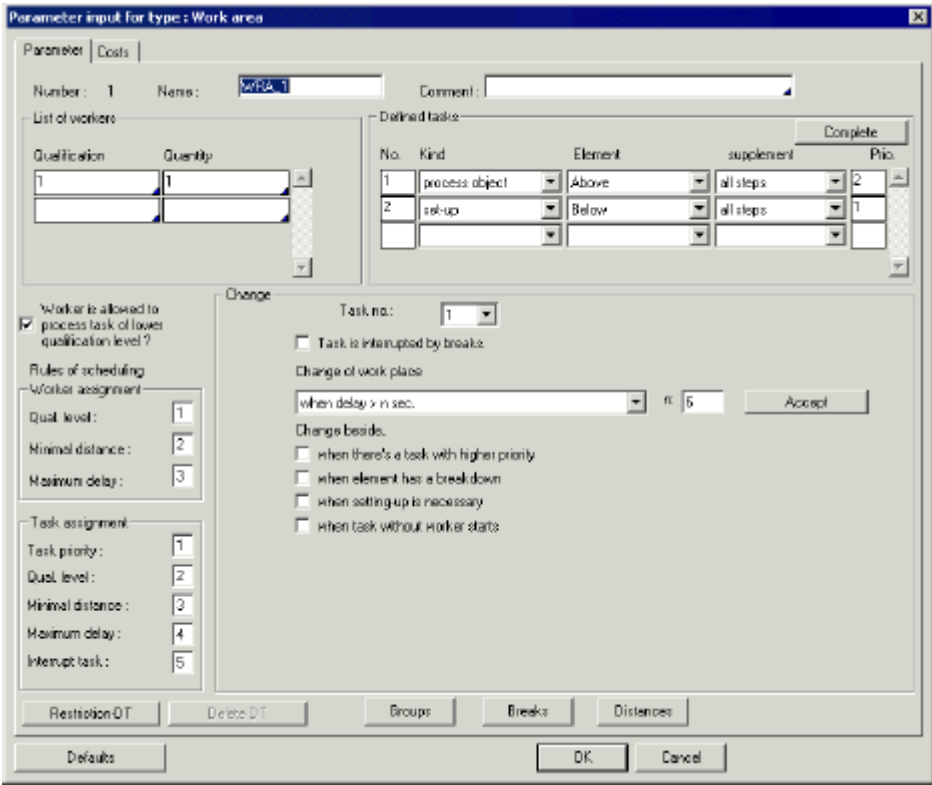
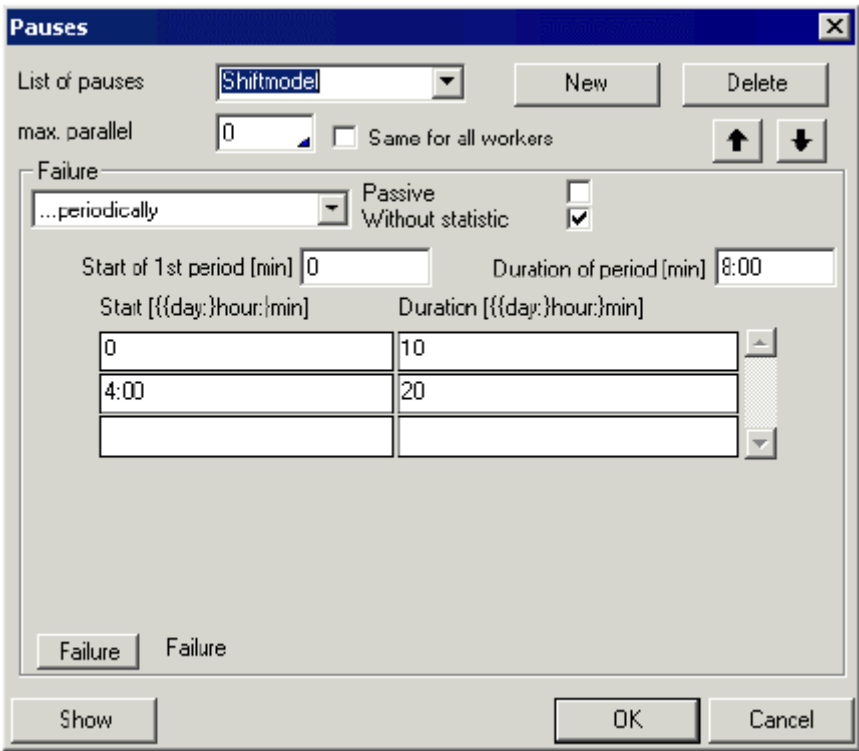

图 8.5 工作区参数设置
图 8.6 “Breaks”（休息）参数设置
- 在工作区模块双击鼠标左键，打开参数面板，如图 8.5 所示。
- 休息参数设置：在工作区模块的参数面板（图 8.5）中点击“休息”按钮就弹出如图 8.6 所示的休息参数设置面板。按照图 8.6 输入参数，然后点击“确定”按钮或者按回车键确定参数设置。同样如同干扰/休息模块一样，选择“没有统计”，将在统计结果中过滤掉休息时间部分。
- **距离参数设置：**：在工作区模块的参数面板（图 8.5）中点击“Distances”按钮弹出如图 8.7 所示的距离参数设置参数面板，同时工作区模块的参数面板消失。从等待座位到工作站的时间为 30 秒，从一个工作站到另外一个工作站的时间为 10 秒。按照图 8.7 所示进行参数设置，然后点击“OK”按钮或者按回车键确定参数设置。此时距离参数设置参数面板消失。工作区模块的参数面板重新显示。